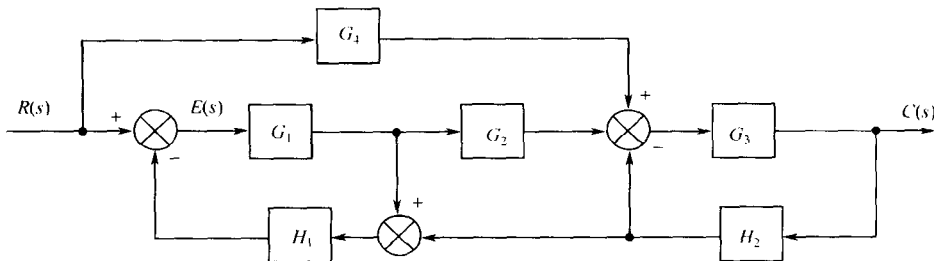

图 2-7 系统框图
5. 系统框图如图 2-7 所示, 绘出信号流图, 并求 $\frac{C(s)}{R(s)}$ 及 $\frac{E(s)}{R(s)}$ 。